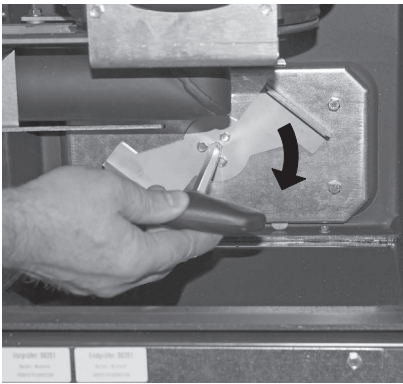

Fig. 39 Griff verdrehen und Deckel abnehmen
- ▶ Mit Innensechskantschlüssel Griff bei Deckel-Nachheizflächen im Uhrzeigersinn nach unten drehen und Deckel entfernen – Fig. 39.